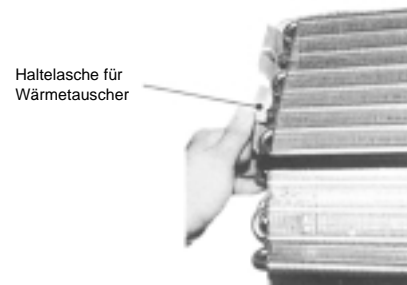

Abb. 11
- Haltetasche auf der linken Seite des Wärmetauschers beiseite drücken und Wärmetauscher auf der linken Seite nach vorne ziehen. Nun kann das Ventilatorlaufrad ausgebaut werden (Abbildung 11).